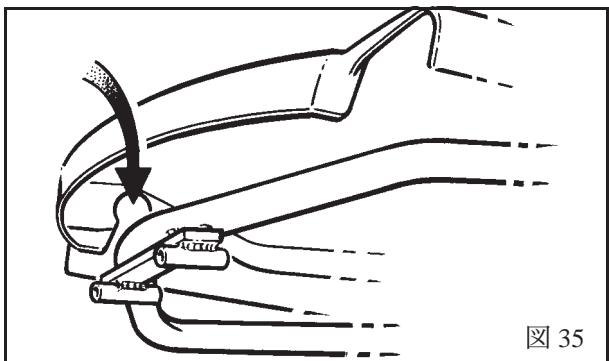

図 35
2. 位置決めラグをシートフレームの後部クロスバーに合わせます。(図 35 参照)